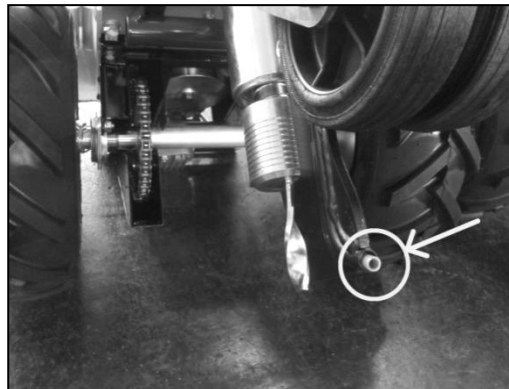

Abb. 2
- Die Unversehrtheit der Ausgangsöffnung des Perimeterkabels aus der Flosse für die Kabelverlegung kontrollieren (Abb. 2). Insbesondere die Unversehrtheit des Schlauchs in der Flosse kontrollieren. Bei Vorhandensein von Schäden muss die Flosse ausgewechselt werden. Außerdem kontrollieren, ob im Bereich der Öffnung der Flosse Einschnitte vorhanden sind und ob der Rand der Öffnung scharf oder ausgezackt ist. Bei Vorhandensein von Schäden muss die Flosse ausgewechselt werden.